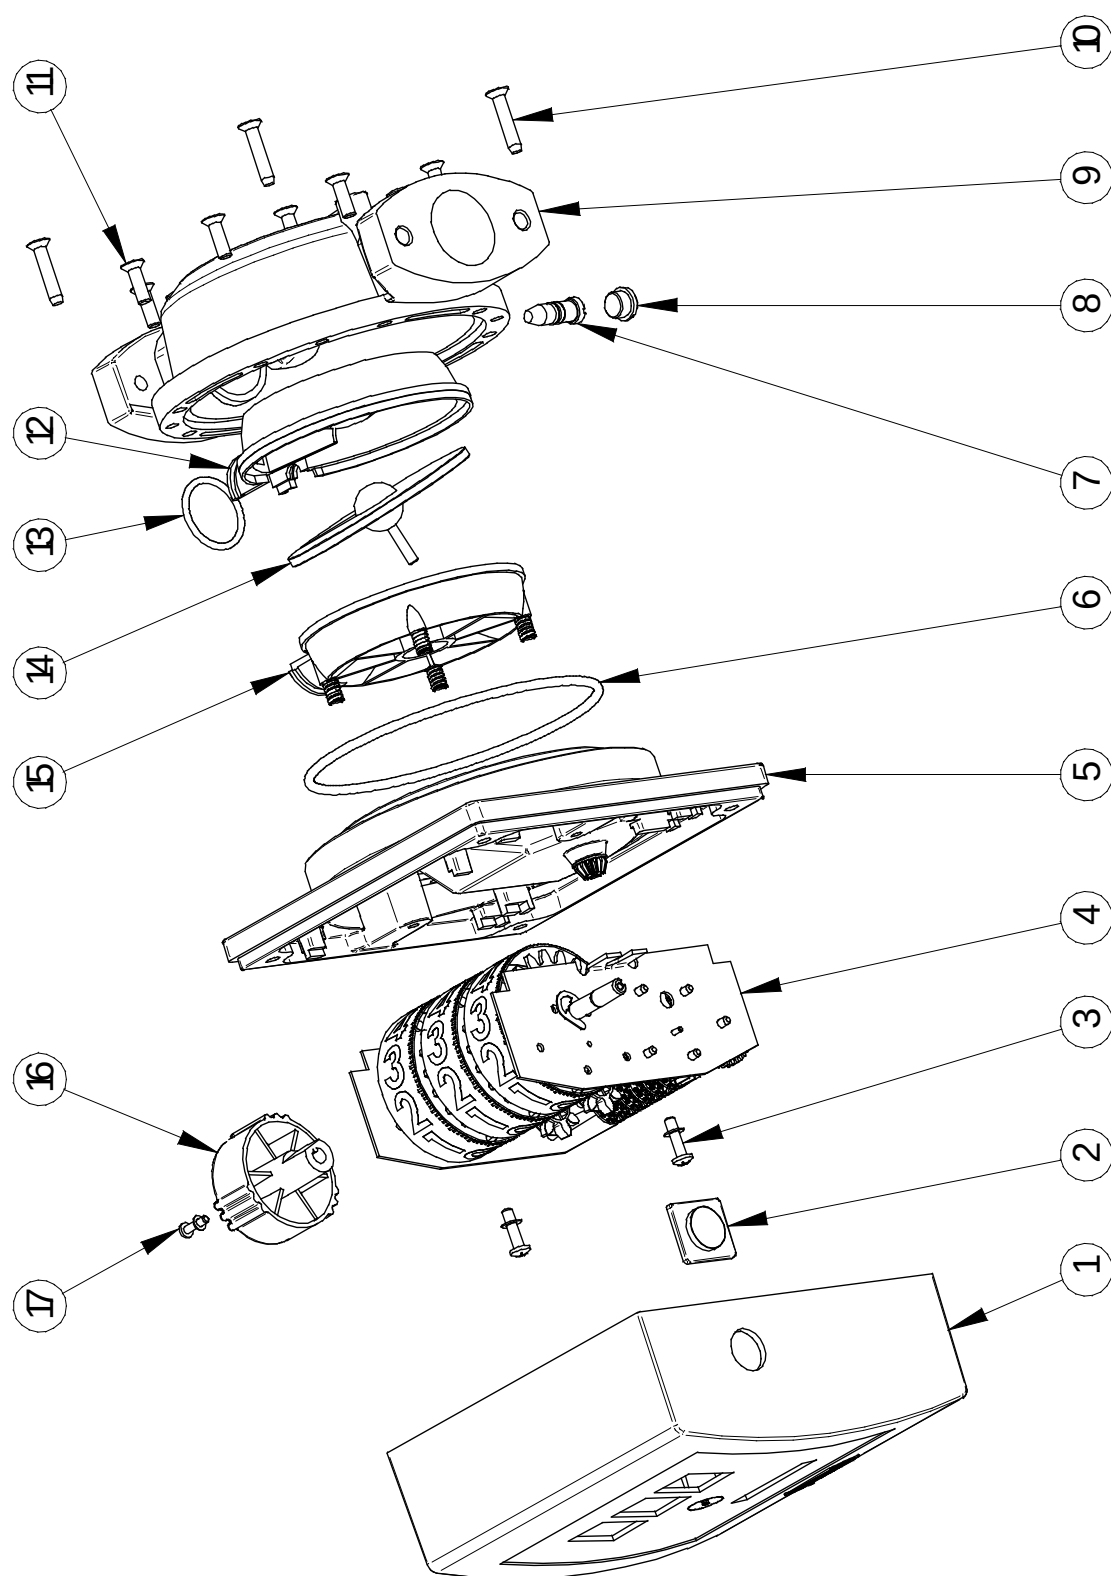

Fig. 11-1: Vista esplosa del contalitri a disco
- Per riposizionare il contalitri giornaliero su zero, ruotare il pulsante di ripristino (v. Fig.11-1, Pos. 16) in senso orario, se è stato fissato a sinistra dell'alloggiamento del contatore e in senso antiorario, se si trova invece a destra dello stesso. Il totalizzatore non può essere ripristinato.
- Allentare la vite di fissaggio del pulsante di ripristino (v. fig. 11-1, Pos. 17), e successivamente sfilare il pulsante (Pos.16) verticalmente rispetto all'alloggiamento.
- Allentare le quattro viti (Pos. 10) situate sul lato posteriore del contalitri e sfilare la copertura di protezione (pos. 1) tirandola in avanti.
- Allentare la vite di fissaggio del pulsante di ripristino (v. Fig.11-1, Pos. 17), e togliere il pulsante (Pos. 16) tirandolo verticalmente verso l'alloggiamento.
- Allentare ora le otto viti (v. Fig. 11-1, Pos. 11).
- Stringere bene le viti (v. Fig. 11-1, Pos. 11).
- Per potere ruotare la parte superiore rispetto a quella inferiore, è necessario allentare prima le viti (v. Fig. 11-1, Pos. 11).
Tab. 11-1: Legenda per Fig. 11-1